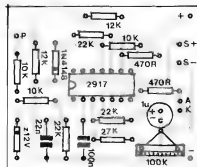

Fig.3
- FIG. 3 - "CHAPEADO" DA MONTAGEM - A pequena quantidade de peças sempre simplifica muito a elaboração final do circuito, na parte mais "gostosa" para o Hobbyista "enfilar" as pernas dos componentes no Impresso e realizar as soldagens... Basta, então, usar a figura como gabarito,
ponto "P" refere-se à ligação de um único fio, que vai ao platinado do veículo, conforme instruções mais detalhadas em outra figura... Para quem ainda não "percebeu", no diagrama a placa continua vista pela face não cobreada (só que agora, para "descomplicar", os componentes estilizados na fig. 3 não são mais mostrados...).
sualização do LED seja fácil, pelo motorista... Aproveitamos para reafirmar que, quem deseja economizar "algum", poderá até optar pelo "aviso" **apenas** luminoso, usando então o LED, mas **não** colocando, no circuito (nem, obviamente, no painel final da AMU...) o sinalizador piezo... Também redundará em economia (embora em menor escala...) a utilização apenas do alarme sonoro, caso em que o LED não precisará ser adquirido, e também não deverá ser colocado na placa daquele resistor de 470R posicionado logo acima do capacitor de 1u (rever fig. 3...).